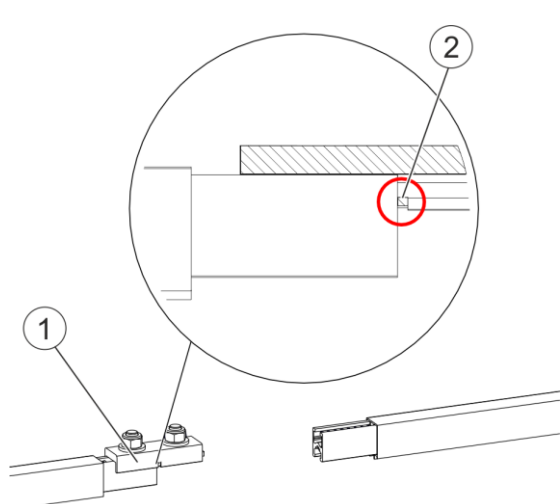
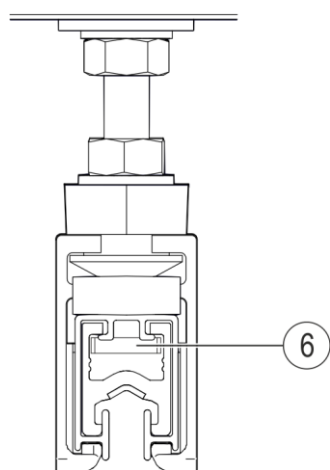

Fig. 76 : Pousser l'élément de liaison jusqu'à l'encoche sur la première extrémité du rail conducteur
Fig. 82 : La tôle de serrage (pos. 6) de l'élément de liaison se trouve dans le profil creux du rail
- Pousser l'élément de liaison (pos. 1) jusqu'à l'encoche (pos. 2) sur la première extrémité du rail conducteur (voir Fig. 76). Une fente de 2 à 3 mm max. est nécessaire entre les extrémités des rails pour des raisons fonctionnelles. La tôle de serrage (pos. 6, voir Fig. 82) doit alors se trouver dans le profil creux du rail conducteur.